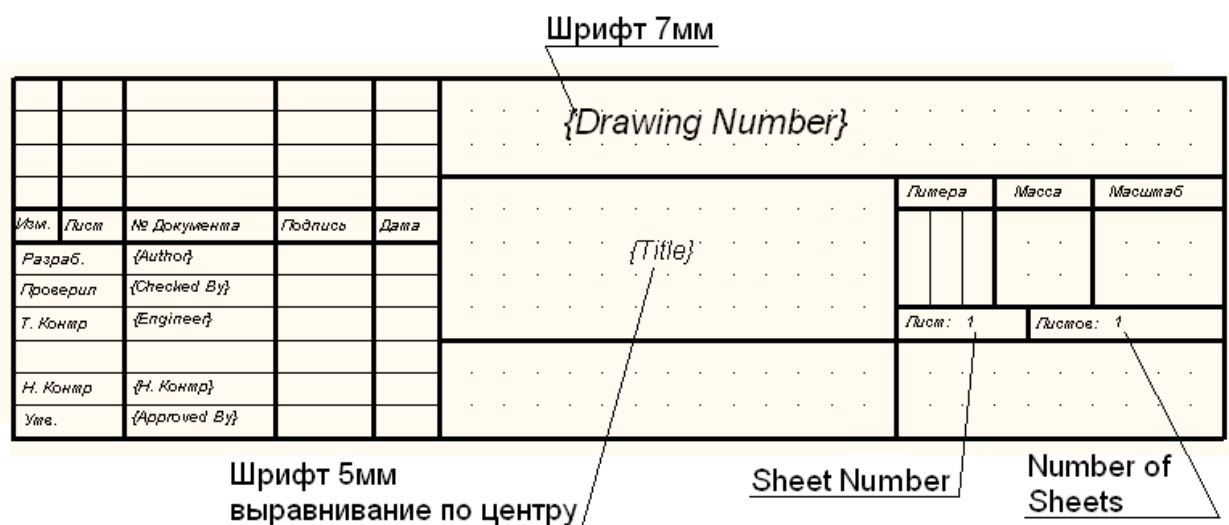

Рис. 7 Чертежный штамп с полями
- 4.7 Заполните основную надпись полям данных так, как это показано на рис. 7.